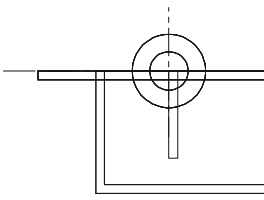

图 12-2-8
STEP 01 在主视图中捕捉圆柱的中心点，用矩形工具绘制出筋板的截面矩形，如图 12-2-8，具体操作如下：